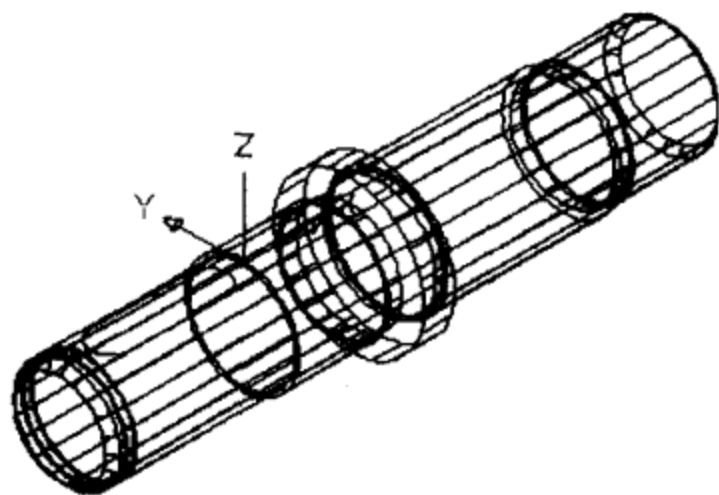

图 11-8 键槽轮廓草图 (二)
(8) 单击【修改】工具条【修剪】命令按钮, 修剪完成键槽轮廓草图, 如图 11-8 所示。